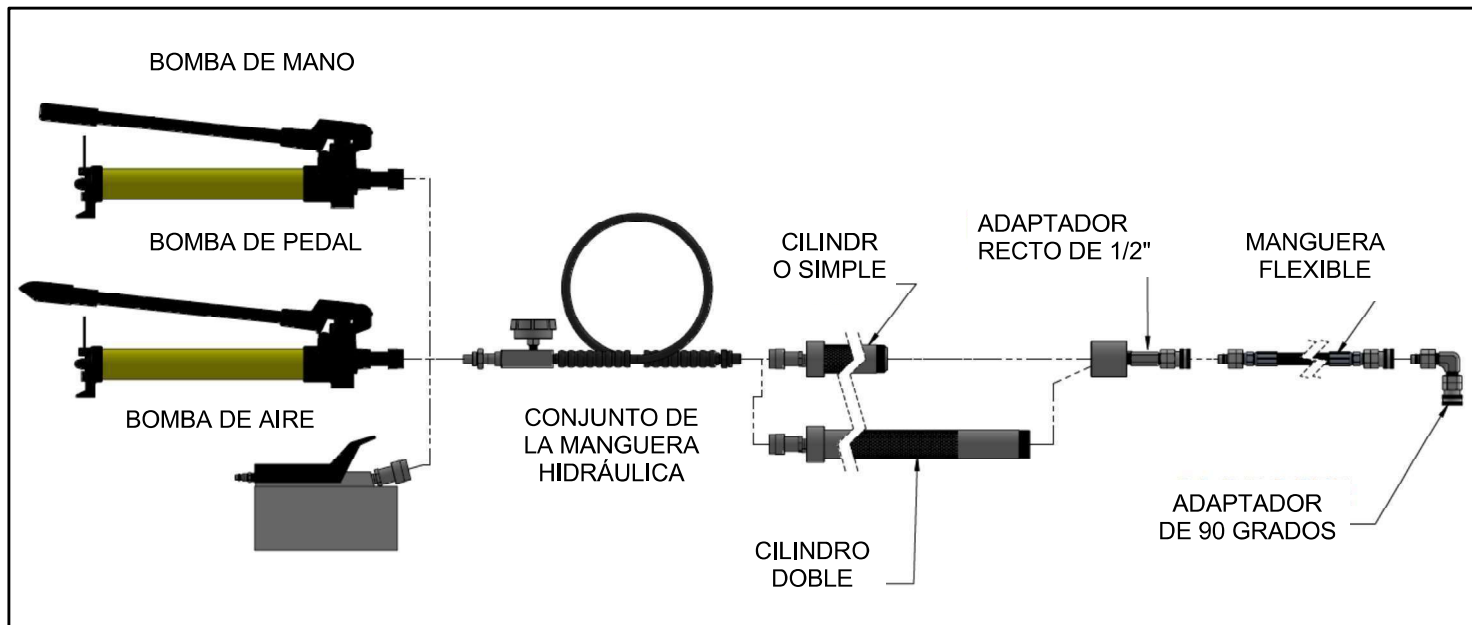

Figura 4
PLIDCO ofrece bombas hidráulicas para selladores con cilindros estándar y largos. Puede elegir entre tres variaciones de bomba diferentes: Bomba manual, bomba de pedal y bomba de aire. Todas utilizan conexiones hidráulicas estándar que son intercambiables entre las unidades. La Figura 4 muestra las diferentes variaciones en las bombas. Todas las unidades vienen en un estuche Pelican® para su almacenaje entre usos.
- 1.) En la Figura 4 anterior, se muestra cómo ensamblar las unidades después de sacarlas del estuche.